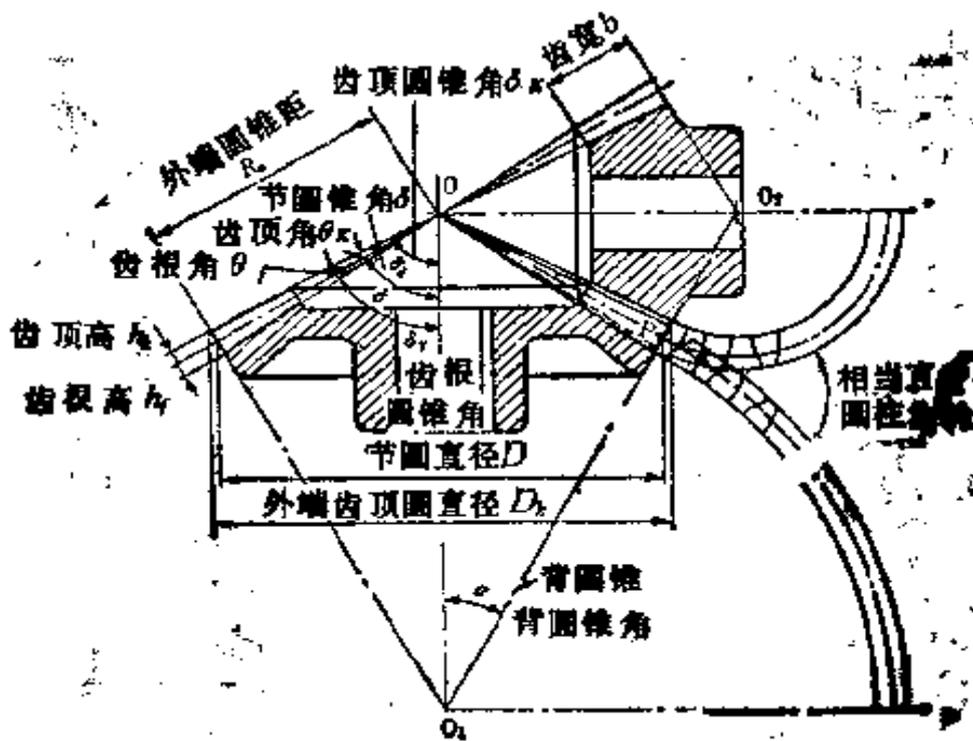

图 3.46 圆锥齿轮的各部名称
如图3.46所示，把斜齿圆柱齿轮的节圆直径 $D$  (mm)，假想用与轮齿相垂直的平面切开，则斜齿圆柱齿轮的节圆变成椭圆。设节点 $P$ 处的椭圆曲率半径为 $R$ ，把直齿圆柱齿轮的节圆直径当作 $2R$ 时，该直齿圆柱齿轮称为原斜齿圆柱齿轮的相当直齿圆柱齿轮。这个相当齿轮的齿数与实际齿数不同，称为相当齿数。把这个关系用公式表示，则得(3)式。
**【解说】** 相交两轴间传递动力时，可用圆锥齿轮。圆锥齿轮是把顶角为 $2\delta$ 的圆锥摩擦轮表面作为基准面而装上齿的齿轮，把该基准面称为节圆锥。图3.46中，在节圆锥顶端和节圆锥母线垂直相交的母线所构成的圆锥称为背圆锥。圆锥齿轮的齿形可认为是，分别以圆锥齿轮的背圆锥的母线 $O_1P$ 、 $O_2P$ 为节圆半径的直齿圆柱齿轮的齿形，把这个直齿圆柱齿轮称为圆锥齿轮的相当直齿圆柱齿轮。相当直齿圆柱齿轮可以应用标准齿条的齿形。